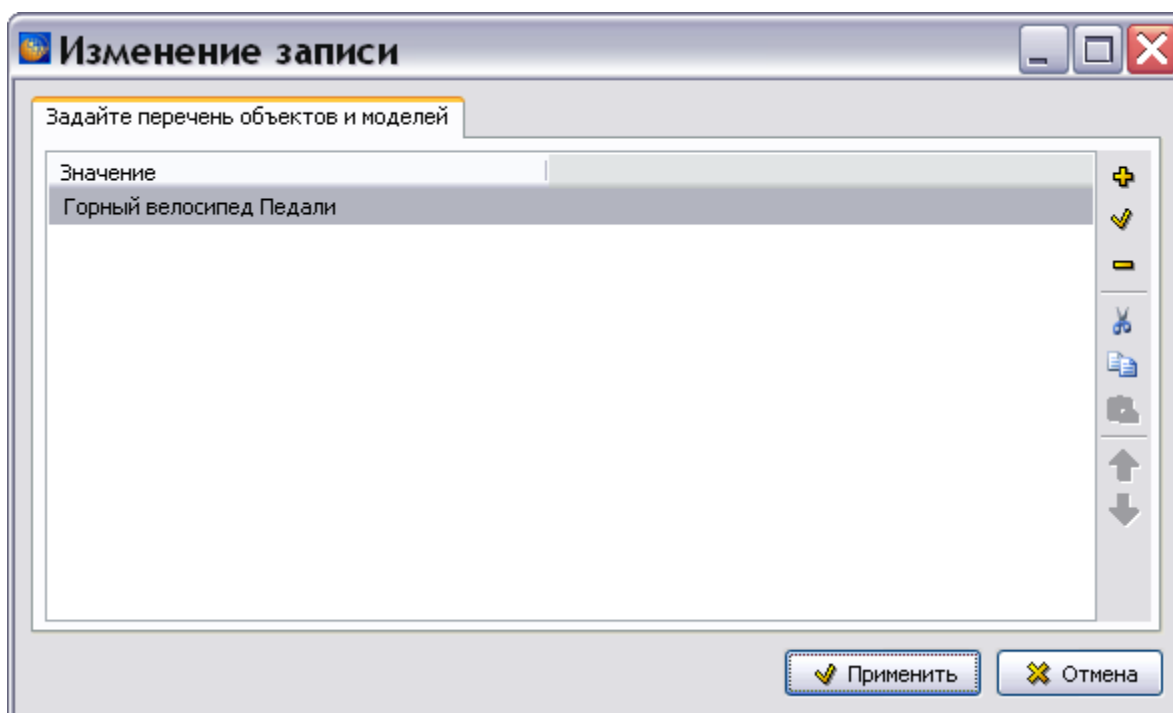

Рис. 17.14
15. Нажмите на кнопку **Применить**. После этого произойдет возврат в окно **Изменение записи** для перечня объектов и моделей (Рис. 17.14).